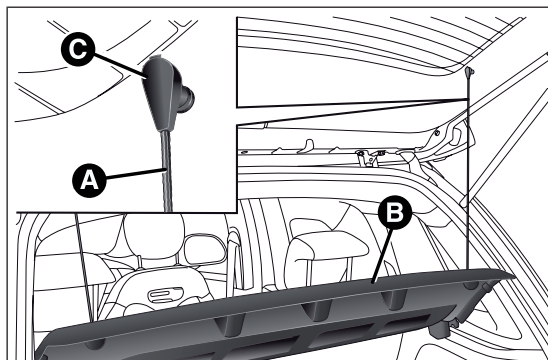

fig. 81
- dégager les extrémités des deux tirants A fig. 81 qui soutiennent la plage arrière B en extrayant les œillets C des axes de support ;